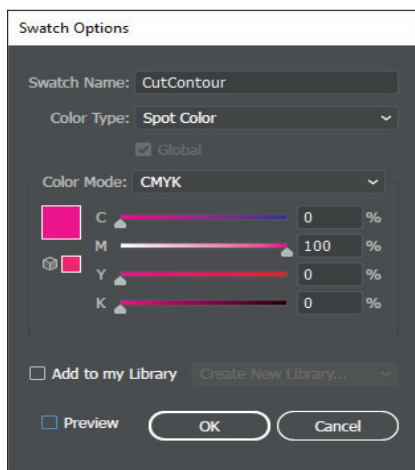

fig. 1
3. Créez une couleur spéciale 100 % magenta et nommez-la « CutContour », voir fig. 1.